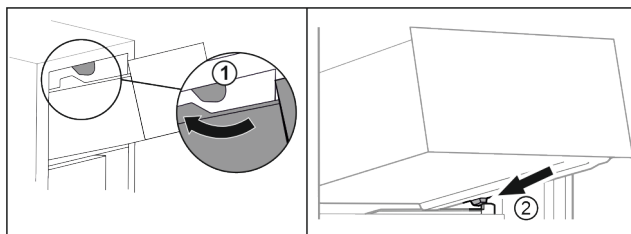

Fig. 65
- Introduzca el cajón rodeando los topes superiores. Fig. 65 (1)
- Coloque el cajón inclinado detrás de los topes inferiores sobre la nervadura para recipientes. Fig. 65 (2)